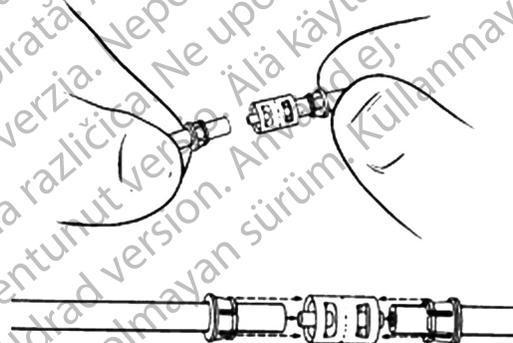

Abbildung 4-33. Schläuche in den Konnektor einführen
4. Schlauchende in den Konnektor schieben (**Abbildung 4-33**).
5. Das andere Schlauchende in den Konnektor schieben (**Abbildung 4-33**).